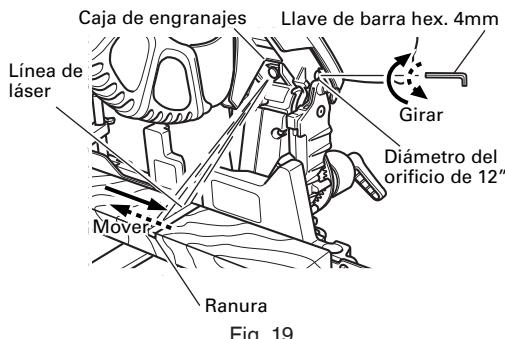
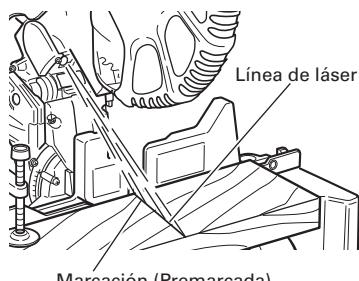

Fig. 19
Fig. 20
- (2) A continuación introduzca una llave de barra hexagonal de 4 mm en el orificio de 12 pulgadas de diámetro situado sobre el lado de la caja de engranajes, y gire el tornillo de cabeza hueca hexagonal para desplazar la línea de láser. (Si gira el tornillo de cabeza hexagonal en el sentido de las agujas del reloj, la línea de láser se desplazará hacia la derecha, y si lo gira en sentido contrario a las agujas del reloj, se desplazará hacia la izquierda.) Cuando trabaja con la línea de tinta alineada con el lado izquierdo de la hoja de sierra, alinee la línea de láser con el extremo izquierdo de la ranura. (Fig. 19) Cuando la alinee con el lado derecho de la hoja de sierra, alinee la línea de láser con el lado derecho de la ranura.
- (3) Tras ajustar la posición de la línea de láser, trace sobre la pieza de trabajo una línea de tinta en ángulo recto y alinee la línea de tinta con la línea de láser. Cuando alinee la línea de tinta, deslice gradualmente la pieza de trabajo y asegúrela con el tornillo de carpintero en la posición en que la línea de láser coincida con la línea de tinta. Trabaje de nuevo en el ranurado y verifique la posición de la línea de láser. Si desea cambiar la posición de la línea de láser, vuelva a realizar los ajustes desde los pasos (1) a (3).
**NOTA:** Compruebe sobre una base periódica que la posición de la línea de láser sea la correcta. Con respecto al método de verificación, trace una línea de tinta en ángulo recto sobre una pieza de trabajo de aproximadamente  $1\frac{1}{2}"$  (38mm) de alto y  $3\frac{1}{2}"$  (89mm) de ancho, y compruebe que la línea de láser coincide con la línea de tinta. [La desviación entre la línea de tinta y la línea de láser debe ser inferior al ancho de la línea de tinta (0.5mm)]. (Fig. 20)